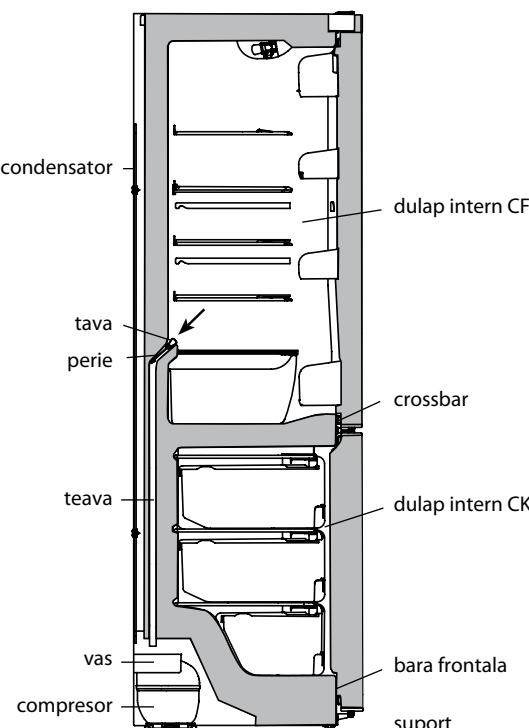

Figura 6 – Schema eliminarii apei topite din CF
**3.4.1** În CF se utilizează sistemul automat de decongelare. Chucura, care apare pe peretele din spate a CF, se topesc în ciclu de dezgetare la deconectarea compresorului și se transformă în picături de apă. Picăturile de apă topită se scurg în vas și prin gaură în tiavă patrunzând în țeavă navei pe compresor, în conformitate cu figura 6 unde și se evaporă. În gaura tavei este instalată o perie pentru a preveni înfundarea sistemului de evaporare.
Prezența apei în tava indică la blocarea posibilă a surgerii apei. Pentru a elimina contaminarea trebuie să curăța cu peria gaura în tava, astfel că apa să se scurgă fără obstacole un vas, se spăla peria și se instalează în conformitate cu figura 6.
**SE INTERZICE** exploatarea frigiderului cu sistemul de scurgere înfundat. Apa apărută în partea de jos a camerei frigiderului sau în locul atasamentului placii la dulapul interior al CF în conformitate cu figura 6, poate provoca coroziunea camerei exterioare și a elementelor agregatului frigiderului, a distrugă izolarea termică, poate cauza formarea de fisuri a camerei interioare și deteriorarea complete a camerei frigiderului.
**ATENTIE! Nu permiteți scurgerea apei topite din CK la dezgetare și curățenie, deoarece apa, patrunzând la în locul atasamentului placii la dulapul interior al CK în conformitate cu figura 6, 7 poate provoca coroziunea camerei exterioare și a elementelor agregatului frigiderului, a distrugă izolarea termică, poate cauza formarea de fisuri a camerei interioare și deteriorarea complete a camerei frigiderului.**